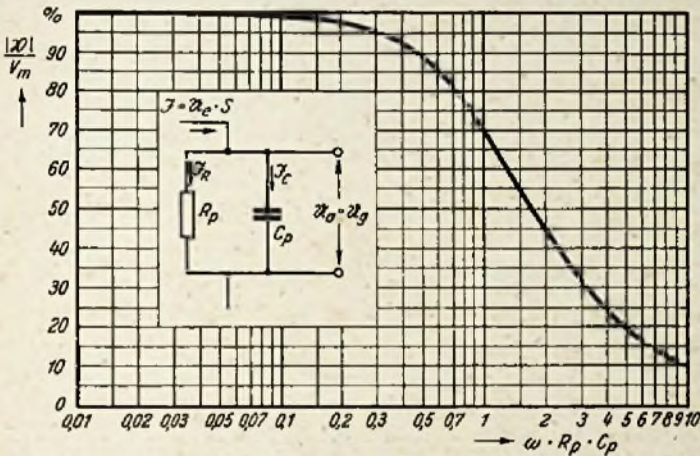

Abb. 18. Verlauf der relativen Verstärkung an der oberen Frequenzgrenze und vereinfachtes Ersatzschaltbild zu Abb. 17
Die parallelgeschalteten Widerstände und Kapazitäten können zu einem Widerstand bzw. einer Kapazität zusammengefaßt werden, so daß das vereinfachte Ersatzschaltbild in Abb. 18 entsteht. Es ist dabei:
Hierzu zeigt die Kurve in Abb. 18 den Verlauf der relativen Verstärkung für verschiedene Werte von $\omega \cdot C_p \cdot R_p$ zwischen 0,01 und 10. Die Grenzfrequenz¹³⁾ ist dann gegeben, wenn
Wird die Steilheit auf 5 mA/V eingestellt, dann ist die mittlere Verstärkung nach (32) $V_m = 5 \cdot 10^{-3} \cdot 4270 = 21,4$ fach. Bei 1,5 MHz ($\omega \cdot R_p \cdot C_p = 1$) fällt sie nach der Kurve in Abb. 18 auf den 0,707fachen Wert, d. i. rd. 15. Bei 3 MHz hat sie nur noch den 0,32fachen Wert von V_m , ist also auf eine etwa 6,8fache Verstärkung gesunken.
Da dieser Strom aber an dem Gitterwiderstand der folgenden Röhre deren Steuerspannung hervorruft, wird diese dementsprechend phasenverschoben. Der Gesamtanodenwechselstrom $I = S \cdot U_e$ teilt sich in die Ströme I_R durch den Widerstand R_p und I_C durch die Kapazität C_p (s. Abb. 18).